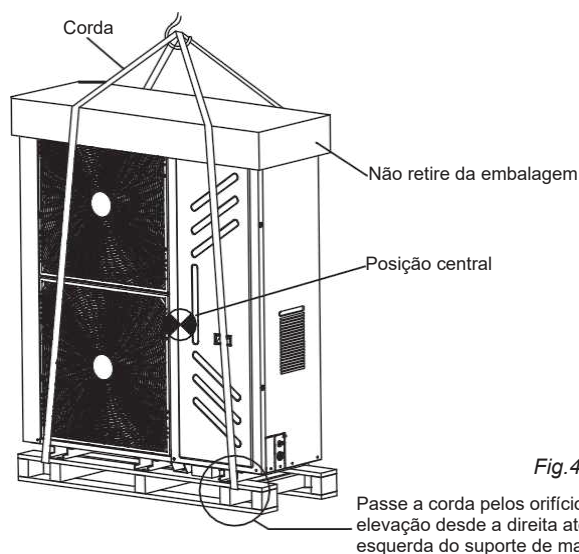

Fig.4-5
- 2) Mantenha sempre a un. na posição vertical quando a mover. Se tiver que inclinar a un. para colocá-lo no lugar, certifique-se de que a inclinação não excede os 30°. Veja a Fig.4-5. Mova e levante a unidade com muito cuidado.